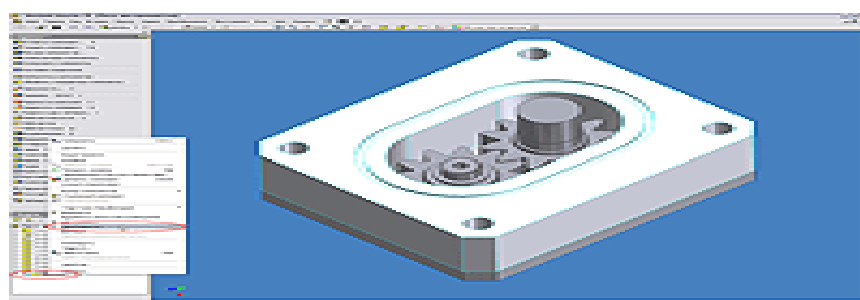

Рисунок 9
9. Теперь при изменении определяющей геометрии детали «Крышка» автоматически будет пересчитана геометрия детали «Корпус». Для того, чтобы геометрия детали «Корпус» была независима от геометрии детали «Крышка» необходимо снять символ адаптивности в браузере модели, нажав правой клавишей мыши на названии детали, и отключить соответствующий флажок (см. Рисунок 9).